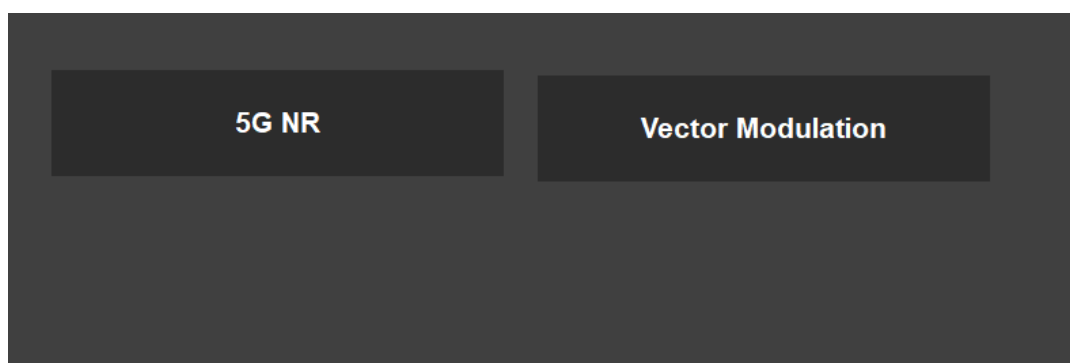

图 4.3 信号类型选择
- 点击屏幕 BaseBand ON 按钮，打开基带，然后点击 BaseBand 选择矢量信号模式，如图 4.3 所示。